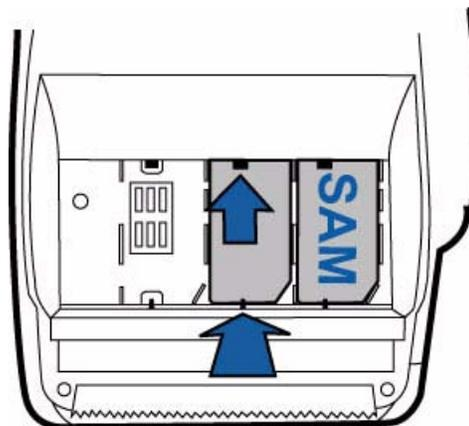

图 14 安装 MSAM 卡
- 6 安装 MSAM 卡，方法是使 MSAM 卡的金色触点朝下并轻轻将其卡到卡环中，直至完全嵌入（请参见图 14）。
插入 MSAM 卡之前，应将卡放置在图 14 所示的位置上，卡的金色触点朝向终端尾部的智能卡阅读器。卡槽连接基座中有一组触点，并在一角上有一个凹口，它们可确保 MSAM 卡位置正确。MSAM 卡的一角有一个凹口，从而确保它只能通过一种方式插入连接基座。如果 MSAM 卡安装错误，则 MSAM 盒盖将无法正常工作。